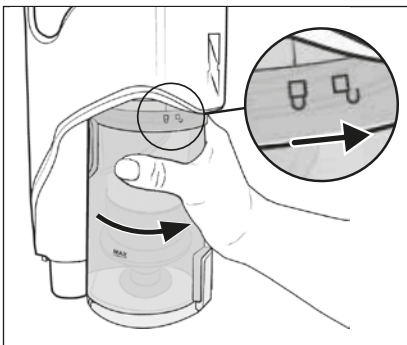

Fig. 23
- 8) Remettez le bac à poussière **7** dans l'appareil et tournez-le dans le sens du symbole  (fermer) jusqu'à ce qu'il soit bien en place dans l'appareil (voir fig. 23).